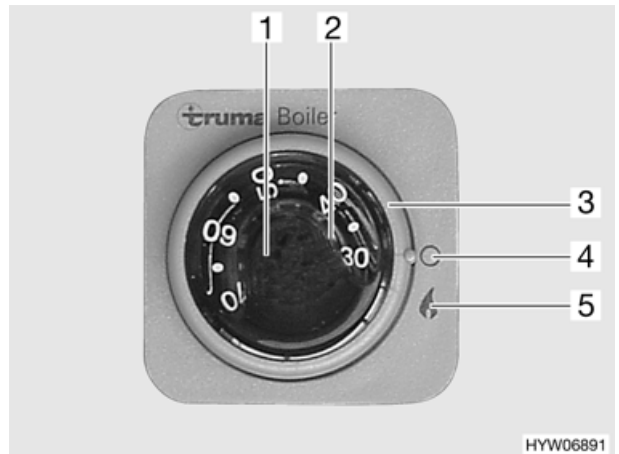

Fig. 60 Interruttori di comando per boiler Truma
- Accendere il boiler agendo sull'interruttore girevole (Fig. 60,3) posizionandolo su "🔥" (Fig. 60,5). La luce spia verde "Funzionamento" illumina la manopola (Fig. 60,1). In caso di guasto si accende la luce spia rossa (Fig. 60,2) (vedi capitolo 14).
- Impostare con la manopola (Fig. 60,1) la temperatura desiderata dell'acqua.
- Ruotare l'interruttore girevole (Fig. 60,3) su "0" (Fig. 60,4).
In caso di guasto si accende la luce spia rossa (Fig. 60,2) (vedi capitolo 14).
- Spegner il boiler. Ruotare del tutto a sinistra la manopola (Fig. 60,1).